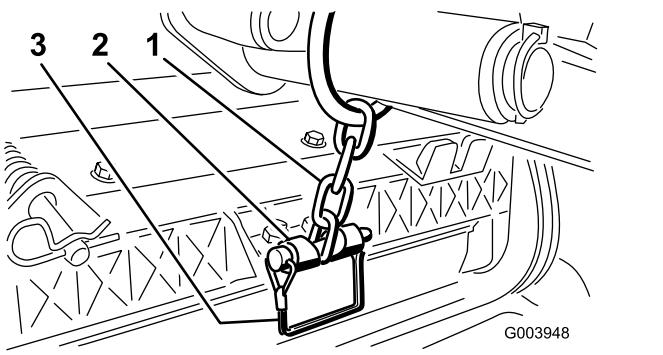

Bild 12
12. Befestigen Sie die Hubarmkette Ständer mit dem Einraststift an der Kettenhalterung (Bild 12).